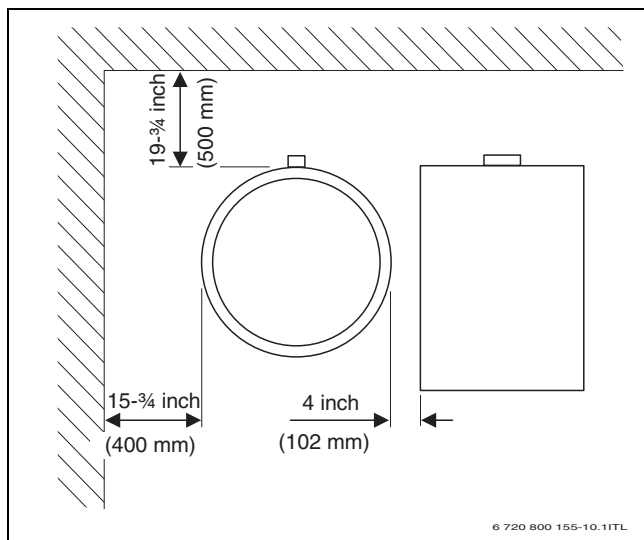

Fig. 7 Distances minimales recommandées par rapport aux murs
- Respecter la hauteur minimale de la pièce (→ tabl. 6, page 25) et les distances minimales par rapport aux murs dans le local d'installation (→ fig. 7, page 27).